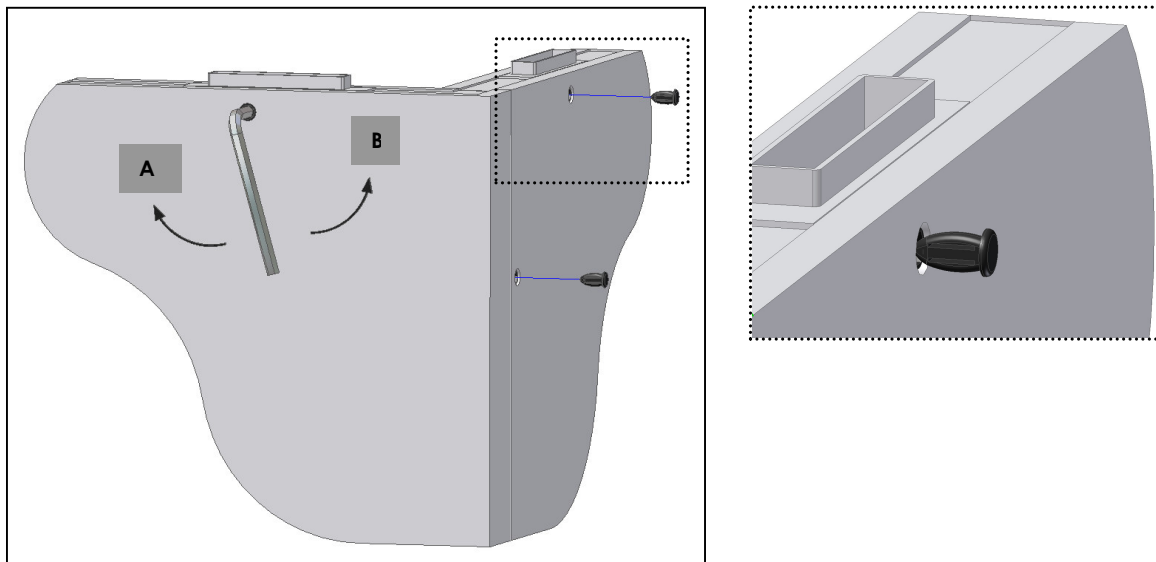

Abb. 11
- Drehen Sie den Werkzeugschlüssel im Uhrzeigersinn bis zum Anschlag (Abb. 11 – Position **A**);
- Drehen Sie den Werkzeugschlüssel in die Gegenrichtung bis es sich verbindet. (Abb. 11 – Position **B**)
- Nach dem Druck, stellen Sie die Abdeckung auf dem Loch (Abb.11).